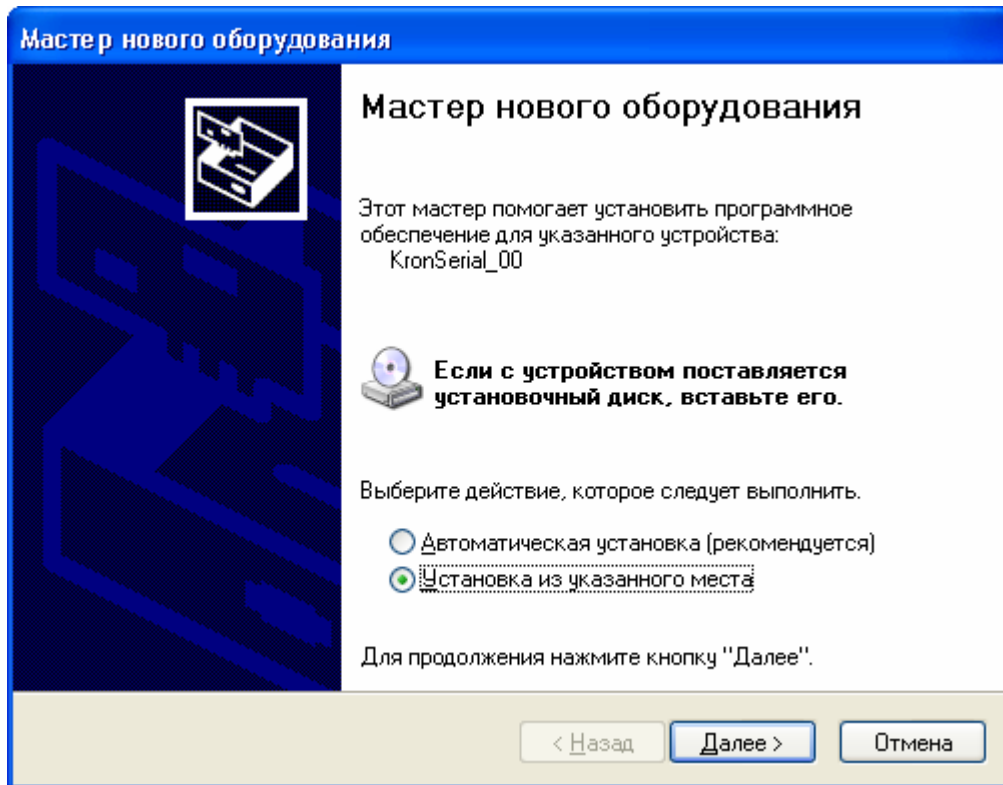

Рис.10
3.8. После нажатия на кнопку "Готово" вы должны получить сообщение об обнаружении нового устройства "KronSerial\_00", как показано на рис.10.
3.9. Установите свойства диалога, как на рис.10 и нажмите кнопку "Далее".